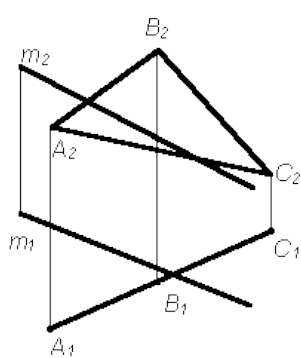

Рис.5.
5. Построить точку пересечения прямой m и плоскости $P(\Delta ABC)$ (рис. 5).